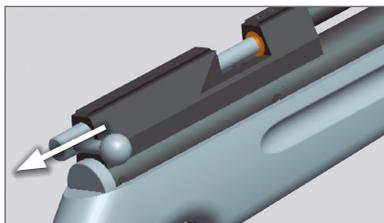

Fig. 8.
- A continuación, tire del cerrojo hacia atrás hasta amartillar la carabina (véase fig.8). De este modo el cerrojo no podrá volver hacia delante de forma automática.